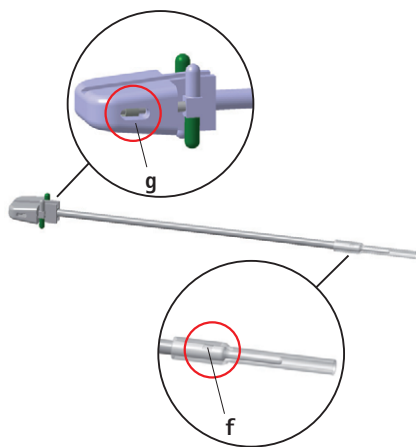

Abb. 4
- ▶ Sicherheitsstopp auf mittlere Position **g** einstellen, siehe Abb. 4.